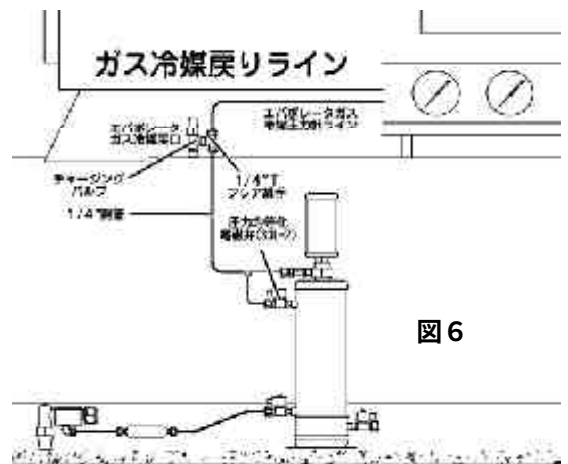

図6
- ⑤冷凍機のエバポレータ上部に設置されているガス冷媒取出口チャージングバルブに、あらかじめTフレア継手が接続されていた場合(冷凍機油分離装置がつけられていた場合)には、空いている1 / 4" フレアポートを使用します。(図6)
- ⑥サービスポートにTフレア継手が接続されていない場合(冷凍機油分離装置がつけられていない場合)には、エバポレータガス圧力計ラインの1 / 4" フレア継手を取り外し、標準附属品のTフレア継手を取付けます。
- ⑦取付けたTフレア継手の一方に、エバポレータガス圧力計ラインを接続します。
- ⑧Tフレア継手の空いているフレアポートと冷媒戻し口を、1 / 4" 銅管を使用して配管します。